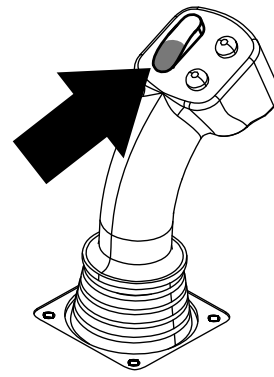
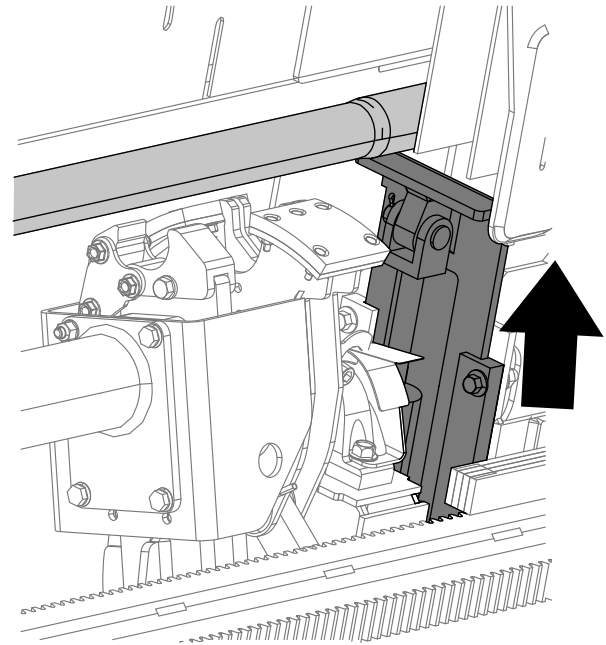

Рисунок 20
Рисунок 21
11. Удерживайте нижнюю часть перекидного переключателя (Рисунок 20) до тех пор, пока подъемник не поместит трубу обратно в ящик для труб и кулачок не вернется в исходное положение (Рисунок 21).